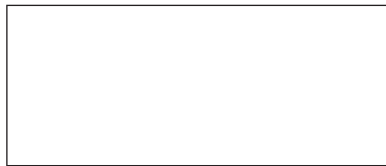

Рис. 16. Экспериментальная схема для эксперимента 1
1. Результаты измерения напряжения на фазных обмотках, между общей точкой «звезды» и нейтралью (рис. 16).